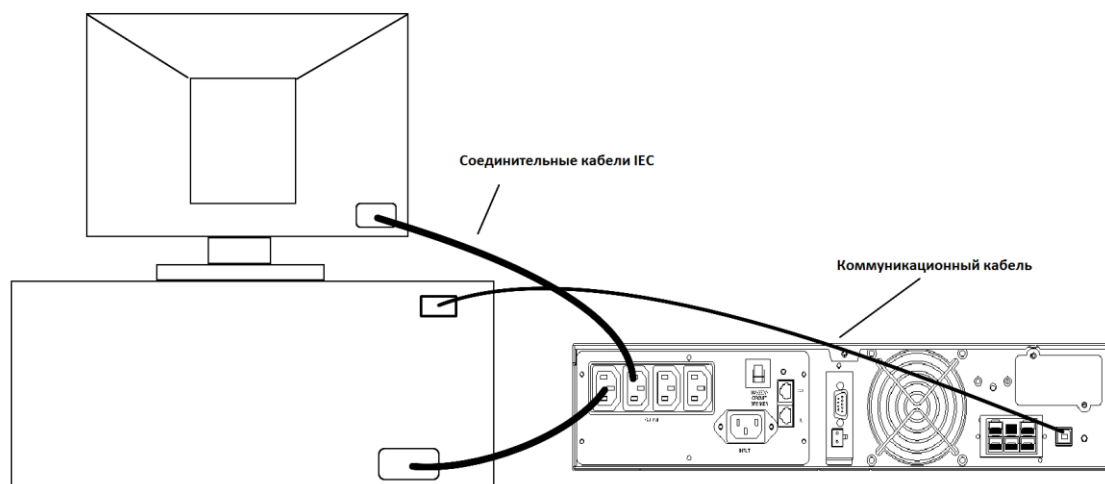

Рис. 4. Пример подключения устройств Plug&Play
- По завершении зарядки подключите оборудование к ИБП, см. пример на **Рис. 4**.